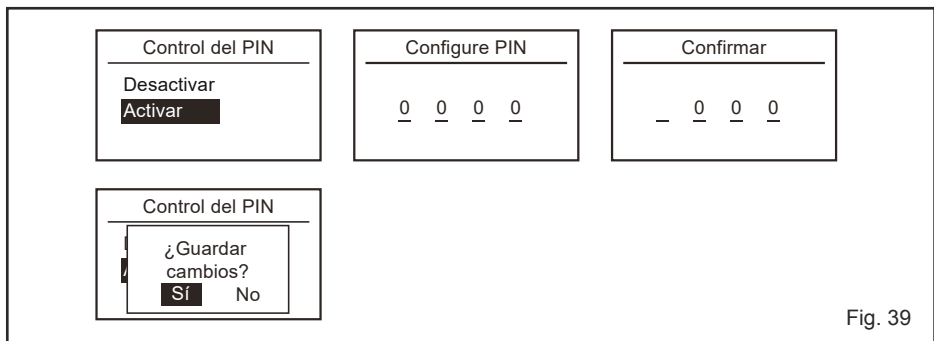

Fig. 39
1) Activación/desactivación del PIN (Fig. 39)